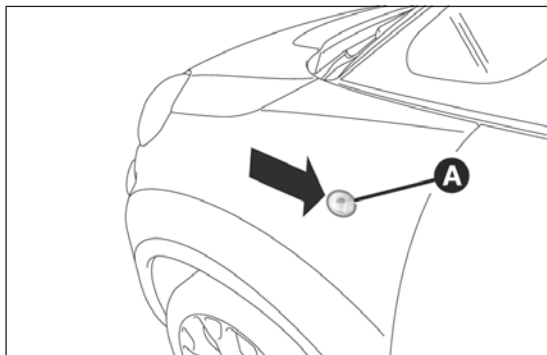
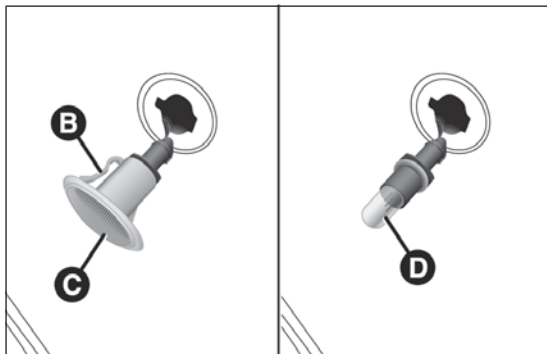

fig. 178
fig. 179
- ☐ intervenir en el aplique transparente A fig. 178 de forma que se comprima la ballestilla interior B fig. 179, a continuación extraer el grupo hacia el exterior;